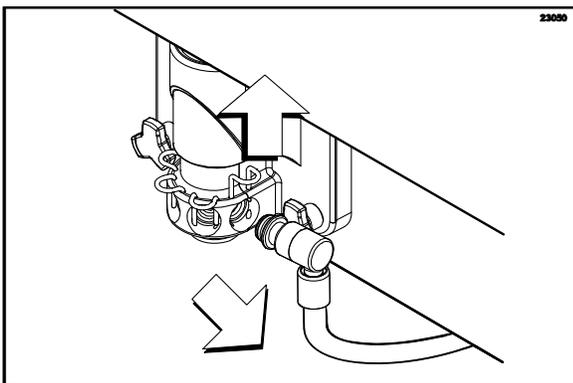

Figura 46
- Desconecte la válvula de jarabe de la puerta del congelador. Levante el dispositivo de retención de la válvula de jarabe y extraiga la válvula. (Vea la figura 46).